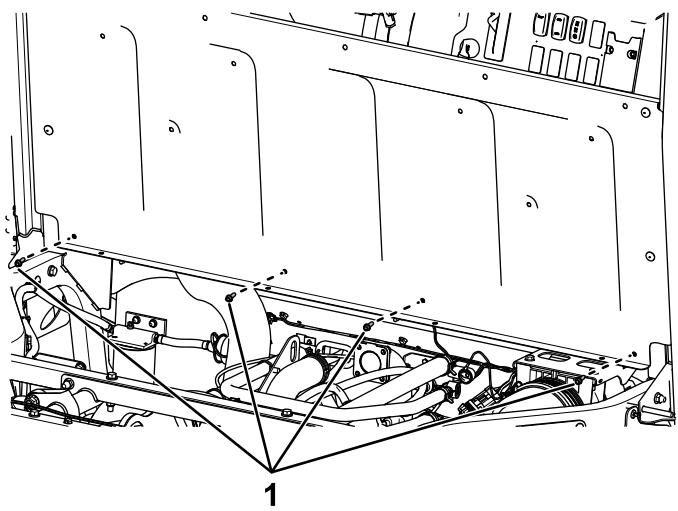

Figure 19
14. Fixez le panneau de siège au profilé transversal arrière du cadre à l'aide de 4 boulons à tête hexagonale à embase ($\frac{1}{4} \times \frac{3}{4}$ po), comme montré à la Figure 19.